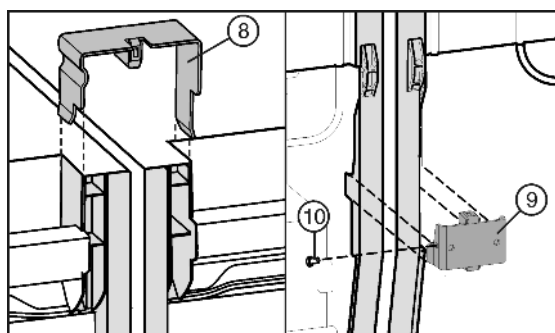

Fig. 7
- ▶ Spojne stezaljke Fig. 7 (8) natakните gore na središnje bočne stijenke.
- ▶ Spojni kutnik Fig. 7 (9) umetnite dolje u odgovarajuću prazninu.
- ▶ Ako spojni kutnik labavo sjedi, montirajte vijak Fig. 7 (10).